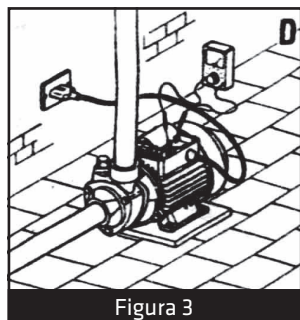

Figura 3
- 5 - Verifique novamente todas as instalações elétricas e hidráulicas antes de acionar a moto bomba (**Figura 3**).